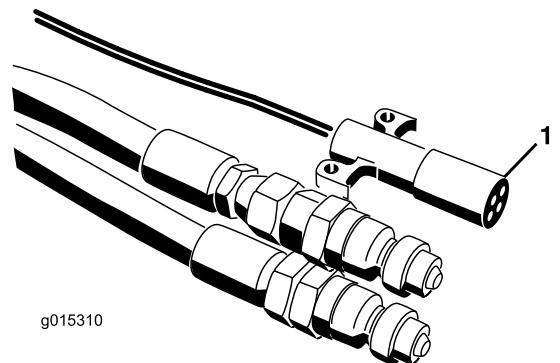
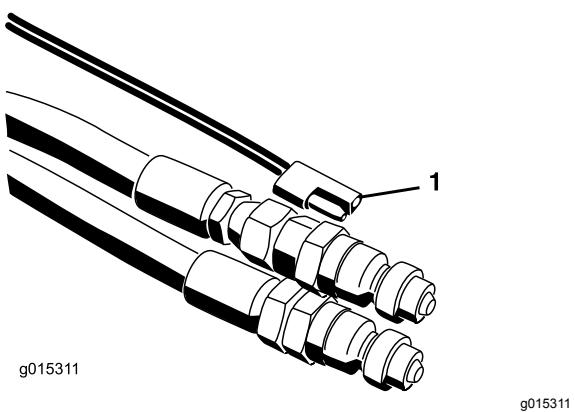

Figure 21
Figure 22
- Connectez le faisceau de câblage au véhicule tracteur (Figure 21 et Figure 22). Sur les modèles SH, placez le boîtier de commande à portée du siège du conducteur. Vérifiez que l'interrupteur est tourné sur arrêt.